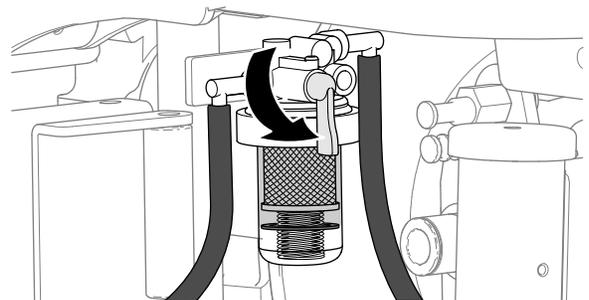

Figura 67
2. Se houver água no recipiente do filtro de combustível, rode a válvula de corte do separador de água/combustível para a posição FECHADA (Figura 67) e realize os passos em Drenagem de água do recipiente do filtro de combustível \(página 58\).